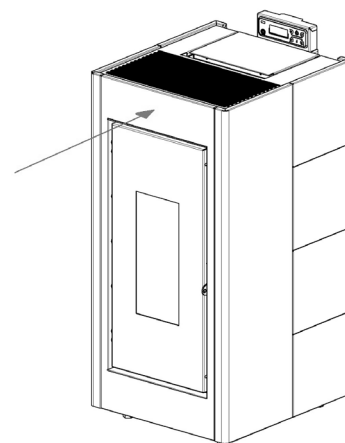

Fig. 39 - Die vordere Platte erneut positionieren
- Die farbigen Platten einsetzen: Die vordere Seite unter den Führungen am Ofen zusammenstecken, dann hinten über die Zähne einhaken (siehe **Fig. 39**).